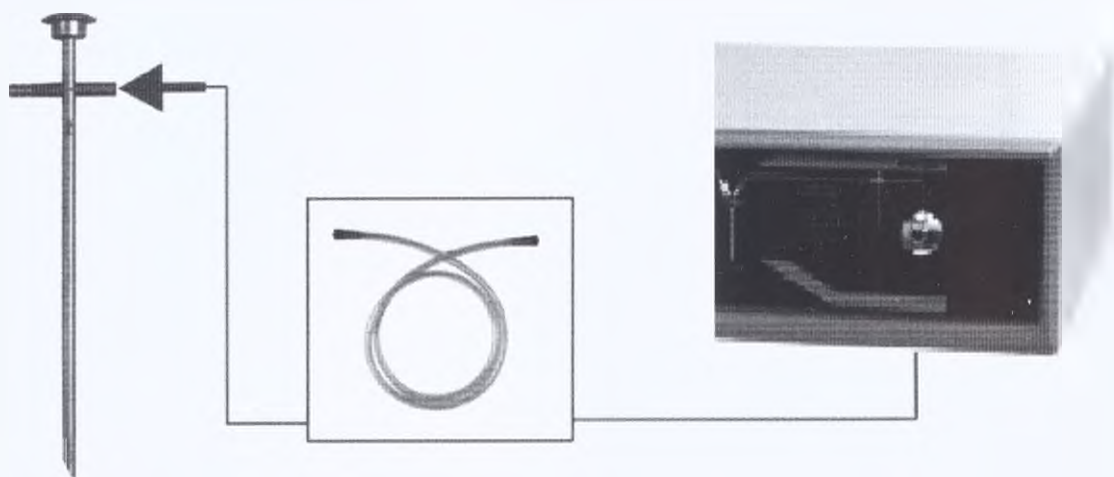

Рисунок 5.
1.8.3 Соедините короткой тонкой трубкой ($\varnothing 5\text{мм}$. $L=1\text{ м.}$) с канюлями Луер штуцер «Ирригация» со штуцером на стилете физиологического раствора (рисунок 5).